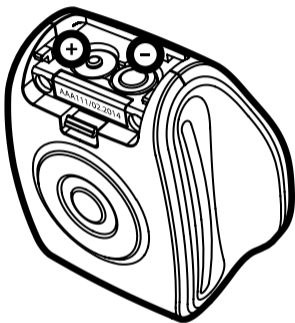

Рис.8. Полярность
- Установите новые элементы питания, соблюдая полярность, как показано на Рис.8. Установите крышку батарейного отсека на место.
Аппарат не включается после замены элементов питания	Вынуть элементы питания, выдержать аппарат 2 минуты без них, снова установить элементы питания соблюдая полярность, как показано на Рис.8.